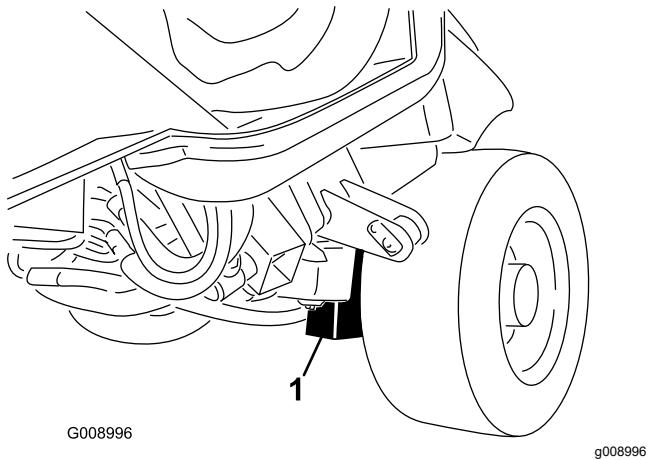

Figura 44
**Parte delantera de la máquina** - en el bastidor, en el interior de cada rueda motriz (Figura 44)